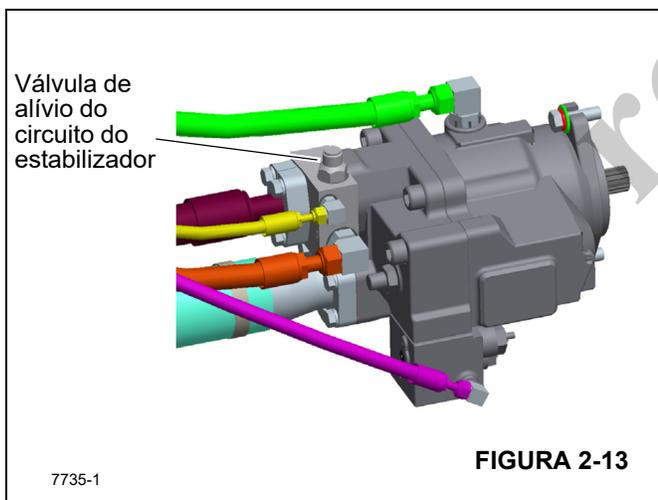

FIGURA 2-13
1. O circuito do estabilizador tem uma válvula de alívio única no coletor da bomba com um ajuste conforme mostrado na Figura 2-13 e na Tabela 2-4.